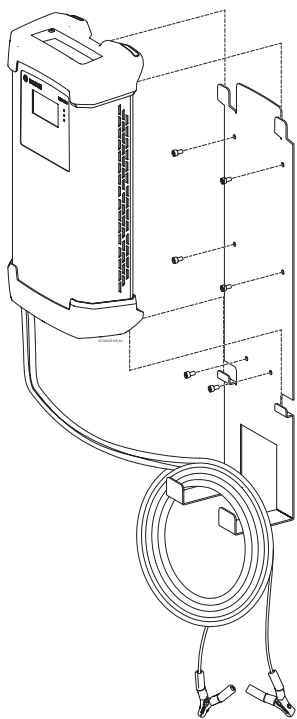

Fig. 3: BAT 690 avec fixation murale
**i** Les quatre pieds-supports du BAT 690 doivent toujours être accrochés en haut et en bas dans la fixation murale. Les câbles de charge et le cordon secteur peuvent être accrochés sur la fixation murale (voir fig. 3).